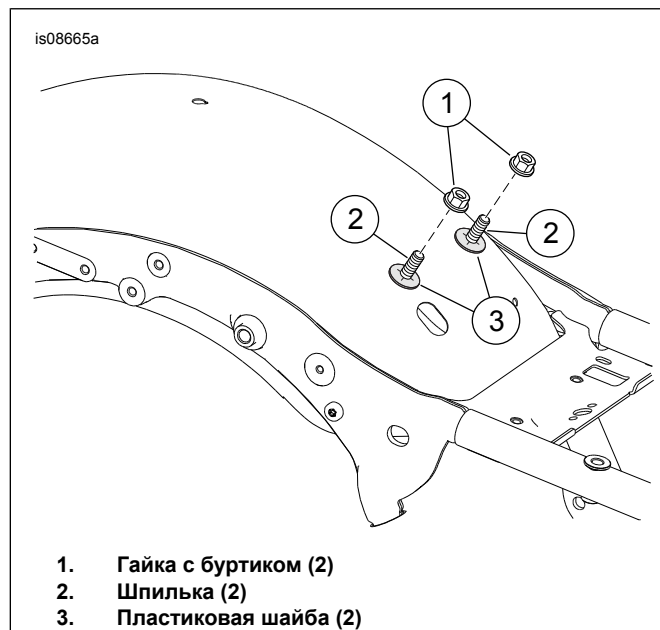

Рисунок 2. Элементы крепления
3. См. Рисунок 2 . Отверните гайки (1). Оставьте шайбы (3) и шпильки (2) на месте.
5. См. рис. 2. Установите монтажное основание (1) над шпильками (2) и пластиковыми шайбами (3).